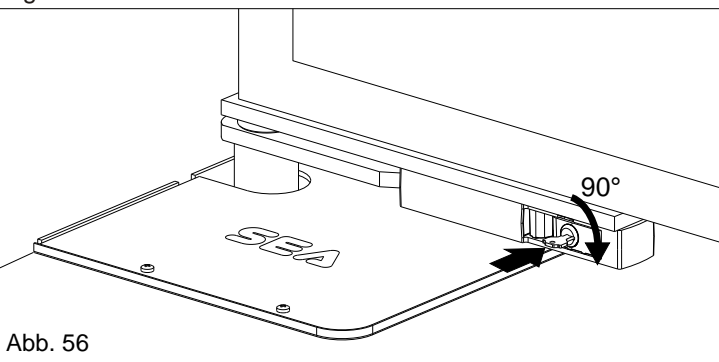

Abb. 56
- Den mitgelieferten Schlüssel in das Schlüsseloch stecken und um 90° im Uhrzeigersinn drehen (Abb. 56).